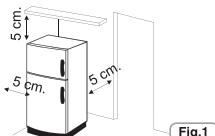

Fig.1
- 1 Zorg ervoor dat de ruimte rond de koelkast geschikt is voor ventilatie. De afbeelding (fig. 1) toont de minimum ruimte voor de installatie van de koelkast.
Dankzij een bredere wand, vermindt het elektrisch energieverbruik. Het gebruik van de koelkast in een ruimte ter grootte van minder dan die volgens de onderstaande afbeelding (fig. 1) kan leiden tot een verkeerde werking, harde geluiden en storingen.